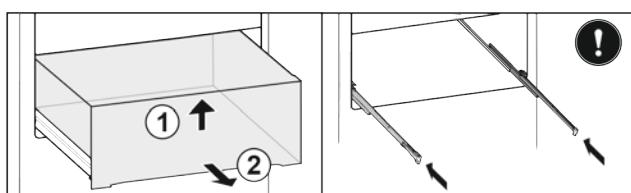

Fig. 27\*
- Поднимите выдвижной ящик спереди Fig. 27 (1).\*
► Извлеките движением вперед Fig. 27 (2).\*